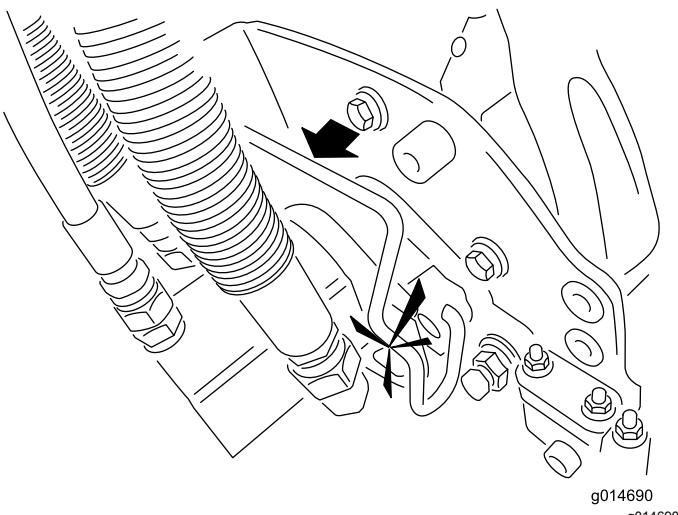

Bild 13
7. Schmieren Sie die Keilwelle des Schneideeinheitmotors mit sauberem Fett ein (Bild 13).
8. Setzen Sie den Motor in die linke Seite der Schneideeinheit (aus Sicht der Bedienerstellung) und ziehen die Motorbefestigungsstange an der Schneideeinheit zum Motor, bis Sie einen deutlichen Klick von beiden Seiten des Motors hören (Bild 13).